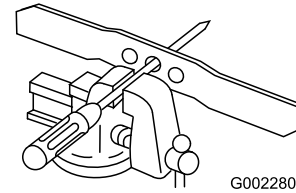

Figura 30
1. Compruebe el equilibrio de la cuchilla colocando el taladro central de la cuchilla sobre un clavo o el palo de un destornillador fijado horizontalmente en un torno de banco (Figura 30).